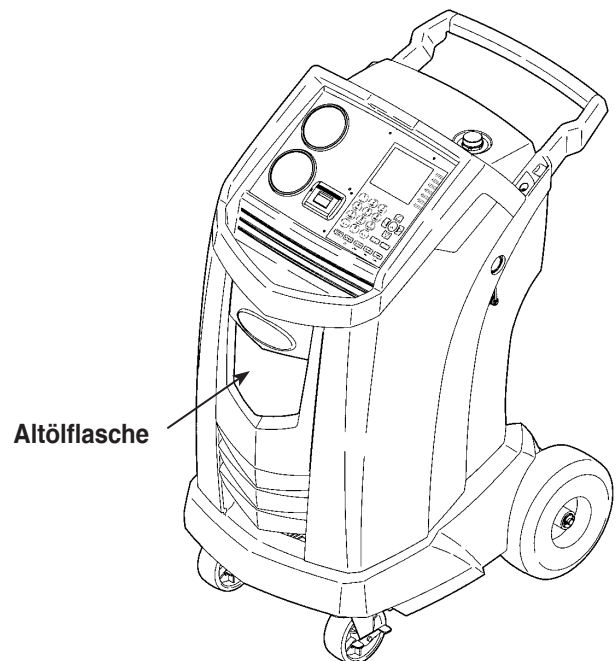

Abbildung 10
3. Die Altölfflasche (siehe Abbildung 10) vom Robinair-Gerät entfernen. Die Altölfflasche entleeren und das abgelassene Altöl den gesetzlichen Vorschriften entsprechend entsorgen.